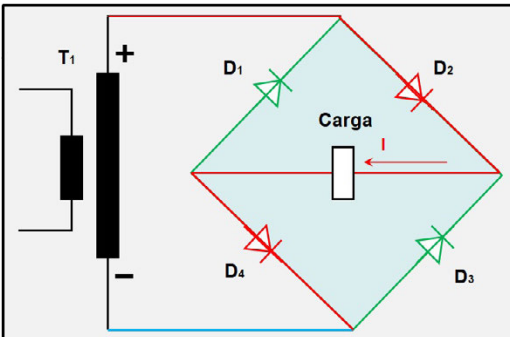

Figura 7- La corriente durante el semiciclo positivo
Durante el semiciclo positivo de la tensión alterna que alimenta al puente rectificador, los diodos opuestos D2 y D4 están polarizados de forma directa, por lo tanto, conducen la corriente que impone la carga, en tanto que los otros dos diodos (D1 y D3) están polarizados de forma inversa, por lo tanto, bloquean cualquier tipo de corriente. De esta manera, circula una corriente (I) tal como la que indica la Figura 7. Esta corriente sigue la forma de onda de la tensión alterna aplicada, es este caso es sinusoidal.